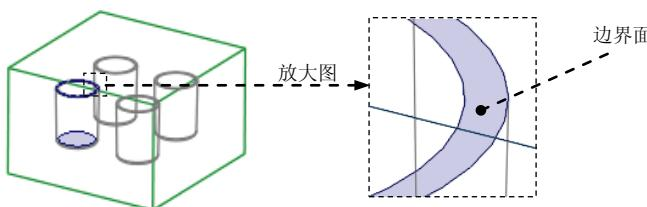

图 25.16 定义边界面
③ 定义边界曲面。在系统 **指定限制这些曲面的边界曲面** 的提示下, 从列表中拾取图 25.16 所示的边界面。